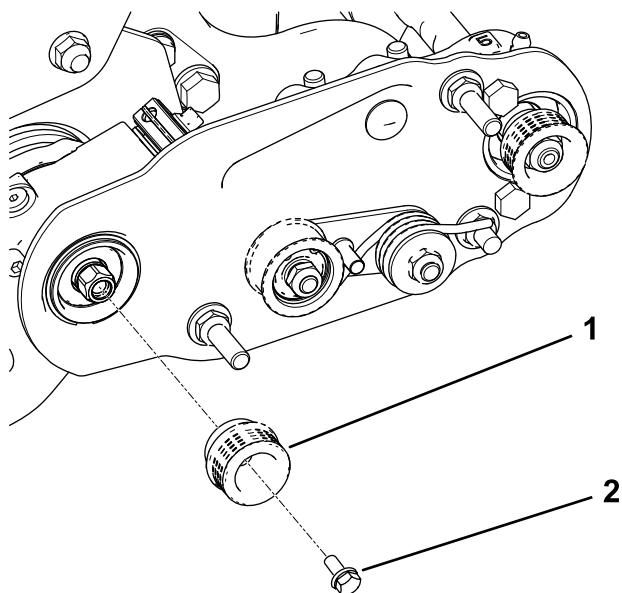

Figura 13
2. Instale a polia da transmissão no veio do rastelo (Figura 13).
3. Aplique Loctite 242 (azul) no parafuso de cabeça flangeada e utilize o parafuso para prender a polia no veio da transmissão; consulte Figura 13.